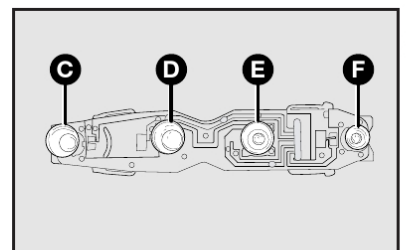

fig. 37
- 4) remover as lâmpadas empurrando-as levemente e girando-as no sentido anti-horário **fig. 37**.
De 12V-21W para as luzes dos freios **C-fig. 37**.
De 12V-21W para os indicadores de direção **D-fig. 37**.
De 12V-21W para as luzes de marcha a ré **E-fig. 37**.
De 12V-R5W para as luzes de posição **F-fig. 37**.